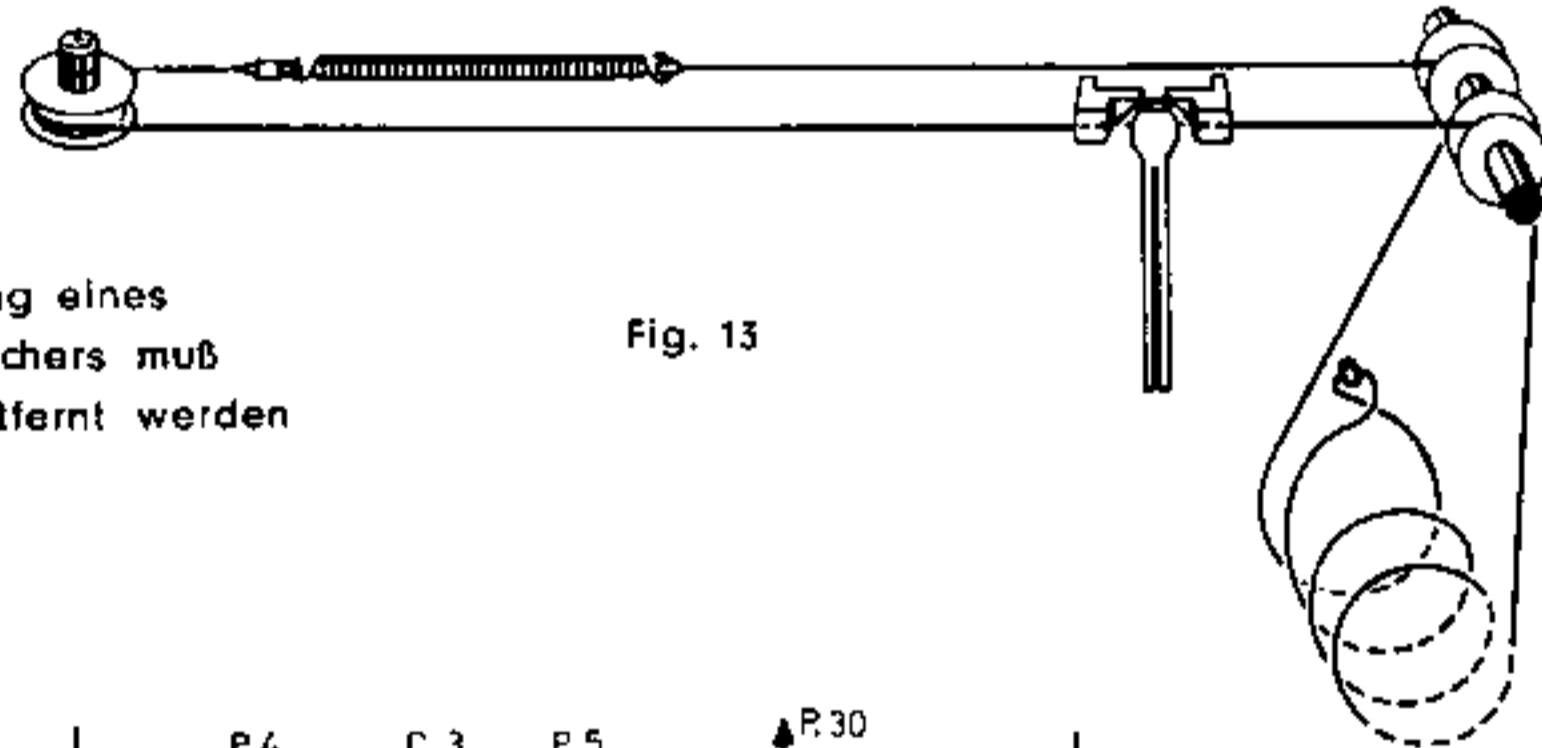

Fig. 13
4. Skalensell nach Fig. 13 auflegen.